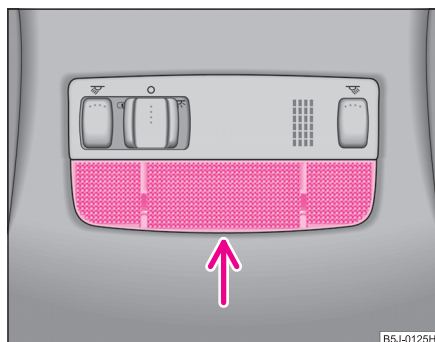

Fig. 188 Desmontar la luz de habitáculo
- Retire el cristal difusor (véase la flecha) hacia abajo de la carcasa ⇒ fig. 188.